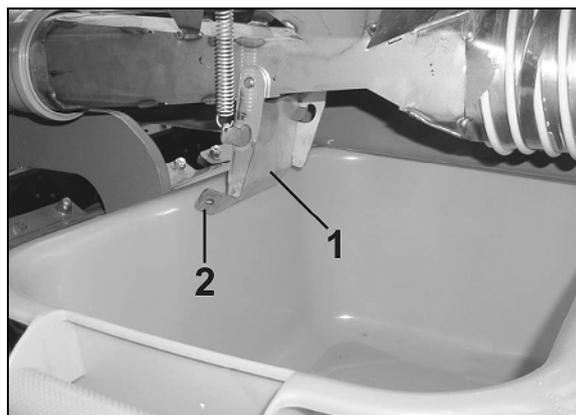

Fig. 99
8. Ouvrez la trappe d'injecteur (Fig. 99/1).
Risque d'écrasement lors de l'ouverture et de la fermeture de la trappe d'injecteur (Fig. 99/1).
Saisissez la trappe d'injecteur uniquement par l'attache (Fig. 99/2), sinon vous risquez de vous blesser lors de la fermeture de la trappe sous l'effet de son ressort (Fig. 99/1).
Ne mettez jamais la main entre la trappe (Fig. 99/1) et l'injecteur.
10. Fermez la trappe d'injecteur (Fig. 99/1) avec la plus grande prudence (risque d'écrasement !).
12. Ouvrez la trappe d'injecteur (Fig. 99/1).